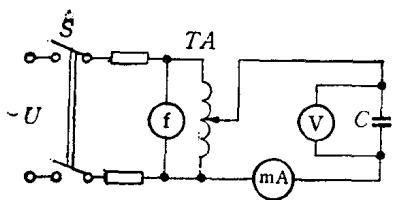
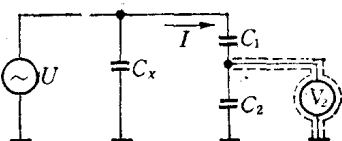

图 1
图 2
1. 图 1 中的裸直导线 AB 在 U 形裸导线 CD 上以速度 v 向右移动时产生感应电流 i 。 i 的方向如图 1 所示, 那么区域 Z 中的磁感应强度的方向如何?
2. 图 2 中裸导线做成的 U 形框架上, 放一细铜管 AB , 附近有一与 CD 平行的直导线 EF 。试问 EF 中有或无电流通过时, 使铜管 AB 向右运动的力是否相同?
1. 图 1 三个电路的等效值各为多少?为什么?
2. 图 2 电路中, A 、 B 之间电阻值为多少?
1. 三相对称星形负载接在三相对称的 380 伏电源上(见图 1)。每相负载阻抗 Z 的电阻 $R=8$ 欧、电抗 $X=6$ 欧。整个三相负载消耗有功功率(千瓦)是下列数组中的哪一个?
(1) 2.89; (2) 3.86; (3) 8.66; (4) 11.6; (5) 116。
2. 3 个相等的电阻 $R=10$ 欧, 连接成星形后接到对称的三相电压为 380 伏的电源上。在该电路上接有功功率表 W (见图 2), 其指示值(千瓦)应是下列数组中的哪一个? (1) 3.61; (2) 7.22; (3) 10.8; (4) 14.4; (5) 18.1。
1. 图 1 所示为一电桥电路，如可调电阻数值定为 60 欧，
2. 图 2 为一个 500 欧 5 瓦电阻与一个 500 欧 10 瓦电阻串联,求两电阻等效电阻值及额定瓦特数。
1. 图 1 和图 2 中,已知正弦交流电源电压的有效值 $U = 100$ 伏,电感线圈 L 上电压 $U_L = 60$ 伏。问点 1、2 间的电压是多少伏(忽略电感 L 的电阻)?
1. 按图 1, 怎样用电流表、电压表、频率表测量电容器, 并求出其电容值?
2. 电容分压器原理是什么? 自制的电容分压器在图 2 的高压试验设备中是如何测量高电压的?
1. 图 1 电路中, 电源电压 $U = 20$ 伏, $R_1 = 20$ 千欧, $R_2 = 10$ 千欧。用灵敏度为 5000 欧/伏的万用电表的 10 伏量程测量 R_2 两端的电压。问万用电表没有接入时 R_2 上的电压为多少? 万用电表接入后其读数为多少?
2. 图 2 是测量电压的电位计电路, 其中 $R_1 + R_2 = 50$ 欧, R_3 调整为 44 欧, $E = 3$ 伏。当调节滑动触头, 使 $R_2 = 30$ 欧时, 电流计 A 中无电流通过。试求被测电压 U_x 之值。